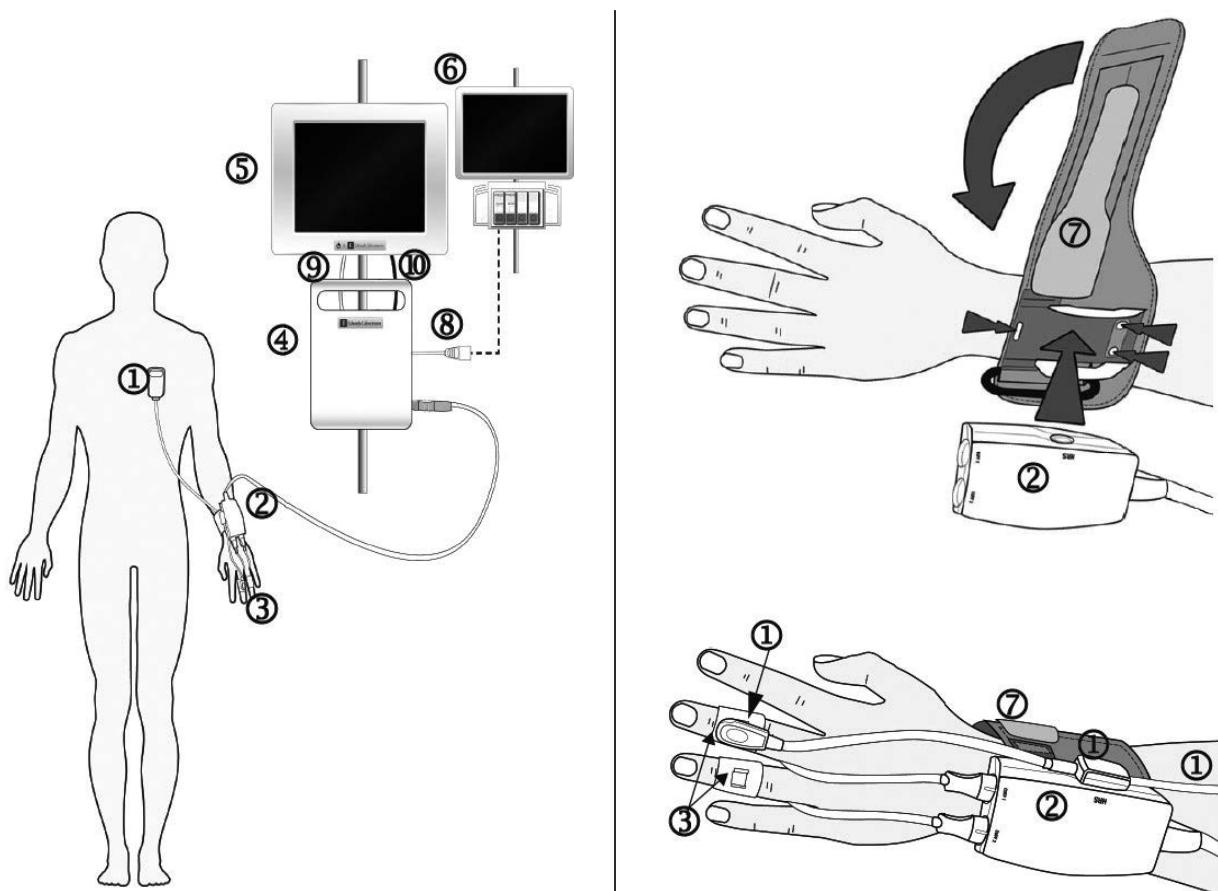

図 7-2 EV1000 非侵襲システムの接続
プレッシャーコントローラーは患者の手首に装着し、ポンプユニット、HRS、およびクリアサイトフィンガーカフと接続します。7-3 ページの図 7-2 「EV1000 非侵襲システムの接続」を参照してください。
- 1 リストバンドを患者の手首に巻きます。覚醒している患者でモニタリングを行う場合は、利き腕でない側の手が望ましいです。（図 7-2、右上）